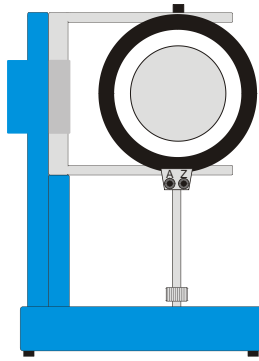

Fig. 2 Instalando a bobina
- Posicionar o tubo no suporte num ângulo de 90° em relação à sua posição normal (veja fig. 2).